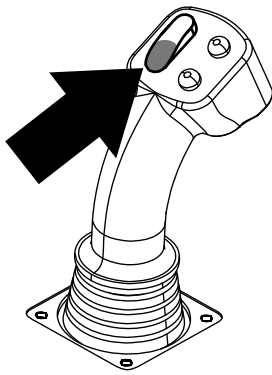

Bild 15
7. Halten Sie den unteren Teil des Kippschalters (Bild 15), bis sich die Arme mit dem Rohr in die Ausgangsstellung drehen und die Greifer sich öffnen, wenn das Rohr in die Nockentasche eindringt (Bild 16).